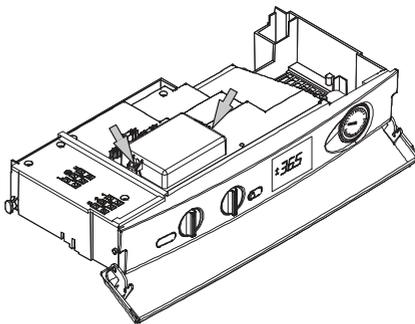

Рисунок 5.21
- Открутите два винта (см Рисунок 5.21) и откройте крышку клеммной колодки внешнего датчика и выносной панели управления.